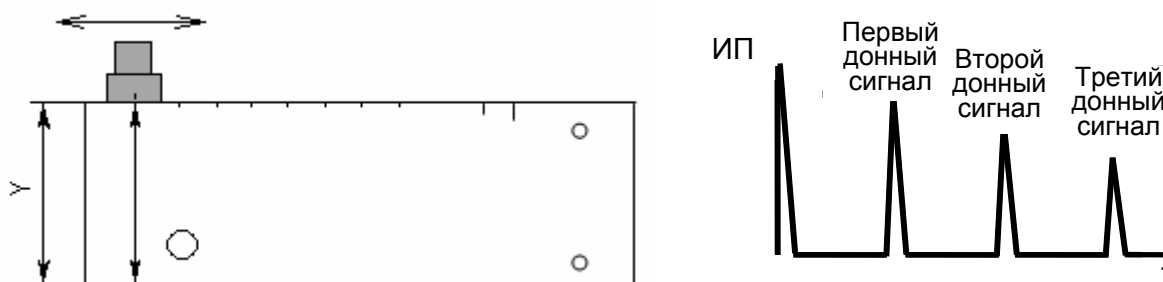

Рисунок 7.6
г) установить ПЭП на поверхность образца СО-2 со стороны шкалы "α°" в зоне отсутствия внутренних отражателей (рисунок 7.6). Притирая ПЭП, получить максимум первого донного сигнала. Изменяя усиление кнопками  и , установить амплитуду эхо-сигнала, равную от 1,5 до 7,5 клетки по высоте А-развертки. Убедиться, что автоматическая измерительная метка расположена против вершины первого донного сигнала.
- е) установить ПЭП на поверхность образца СО-2 со стороны шкалы " $\alpha^\circ$ " в зоне отсутствия внутренних отражателей и получить первый донный сигнал (см. рисунок 7.6). Кнопками  и  добиться положения вершины сигнала в пределах от 1,5 до 7,5 клеток.